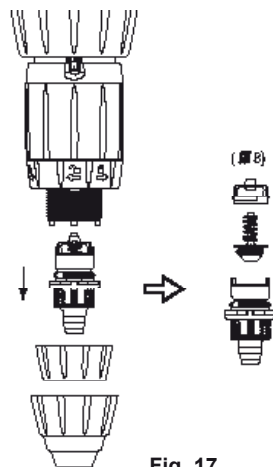

Fig. 17
- Recolocar as peças seguindo a ordem e a posição do esquema (Fig. 17).